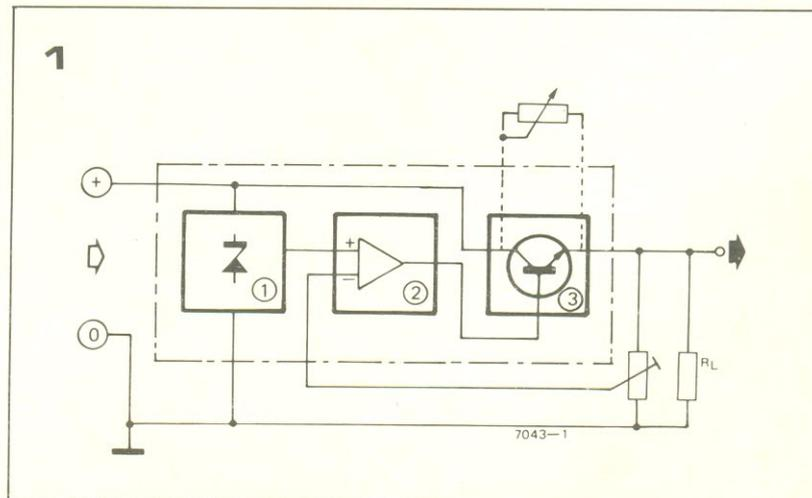

figura 1 – Todo regulador integrado é composto por uma tensão de referência, um amplificador de erro e um estágio de saída.
ção de D1 com D2, ao invés de à linha de alimentação do computador, como está mostrado na figura 1.
Os princípios envolvidos na implementação dos reguladores integrados de tensão são os mesmos já adotados em circuitos que utilizam componentes discretos (figura 1). A tensão de saída do regulador (ou parte da mesma) é comparada com uma tensão de referência estável (1) em um amplificador diferencial (2). A tensão de erro – diferença entre as tensões de referência e saída – é amplificada pelo amplificador diferencial e usada no controle do estágio de saída (3), normalmente composto por um transistor em série.